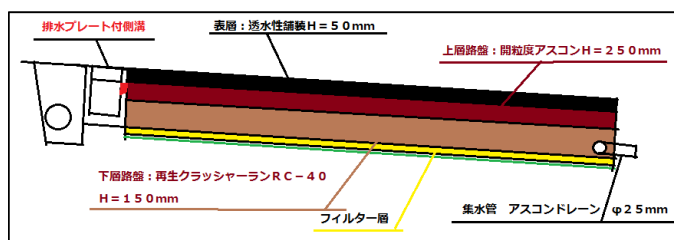

図2 透水性舗装横断面図
- ① 現在割れ目が生じるなど舗装面に問題がある箇所を透水性舗装にすることで、路面全体に排水機能を持たせ、法面等の上からの水・路面下や側溝下等の下方からの水の両方に対して対応する。(図2)